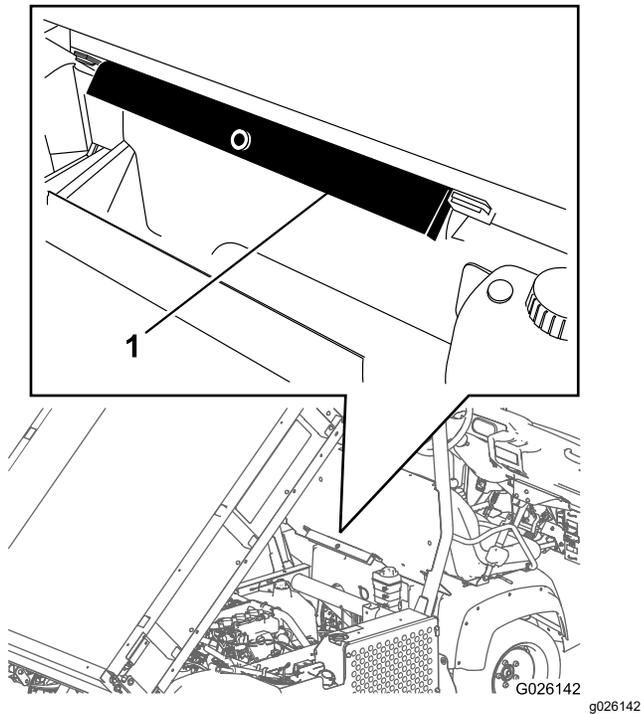

Рисунок 20
2. Выньте опору кузова из кронштейнов для хранения на задней стороне панели конструкции ROPS (Рисунок 20).